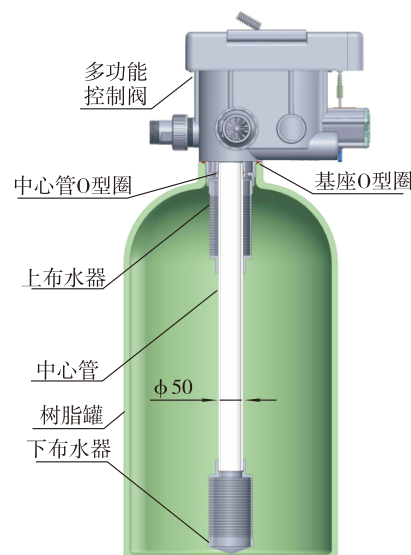

图1-1
① 安装控制阀
- 按图1-1所示, 选取外径为50mm的中心管, 把中心管与下布水器用胶封固。放入罐体底部, 将超过罐口部分的中心管截断并外部倒圆。